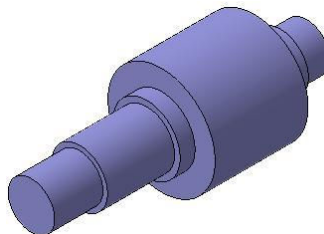

Рис. 4
11. Нажмите кнопку *Создать объект*  — система выполнит построение тела вращения (рис. 4).